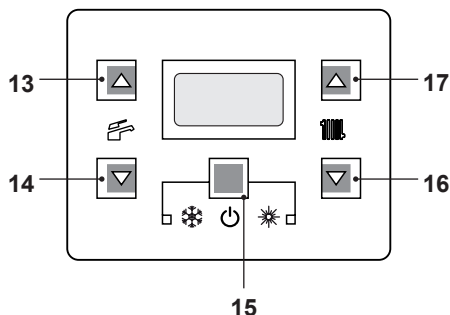
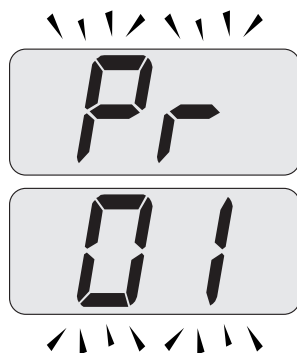
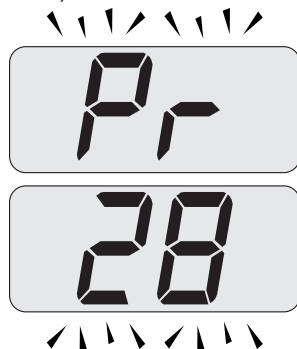

Figura 9.1
Figura 9.2
Figura 9.3
• Entrare in "modalità programmazione" premendo contemporaneamente per 10 secondi i tasti 15 - 16 - 17 (Figura 9.1) fino a far apparire sul display LCD le lettere **Pr** che si alternano con il codice **01**, indicanti l'entrata nel "parametro 01" (Figura 9.2).
- Scorrere i vari parametri utilizzando i tasti 16 o 17 fino a far apparire sul display LCD le lettere **Pr** che si alternano con il codice **28**, indicanti l'entrata nel "parametro 28" (Figura 9.3).
e 17 (Figura 9.1) fino a far apparire sul display LCD il valore del parametro 28 (es. 12 valore di default) (Figura 9.4).
- Premendo il tasto 15 (Figura 9.1) si ottiene la conferma del valore inserito.
- Premendo contemporaneamente i tasti 15 e 16 (Figura 9.1) si esce senza modificare il valore (ritorno alla lista parametri Figura 9.3).
- Premendo contemporaneamente per 10 secondi i tasti 15 - 16 - 17 (Figura 9.1) si esce dalla "modalità programmazione".